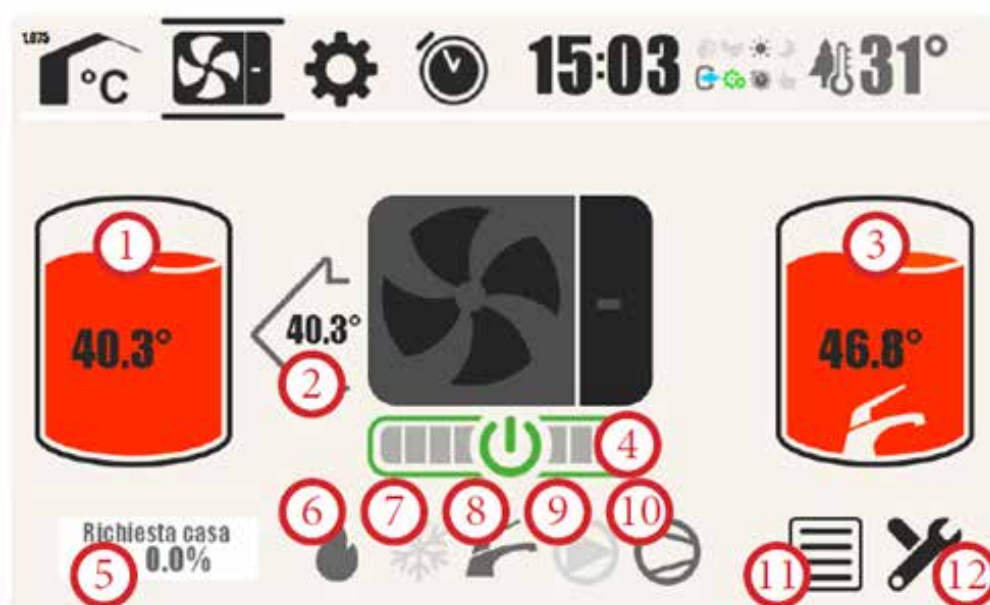

FIG. 86 (Pulsante ON - OFF comando remoto HCC)
1) Toccare l'icona (**FIG. 86 - Rif. 4**) per accendere la macchina.
Con icona accesa "fiamma" (**FIG. 86 - Rif. 6**) indica che la macchina produrrà acqua calda.
Con icona accesa "Neve" (**FIG. 86 - Rif. 7**) indica che la macchina produrrà acqua fredda.
- 1) Toccare l'icona (**FIG. 86 - Rif. 4**) per spegnere la macchina.